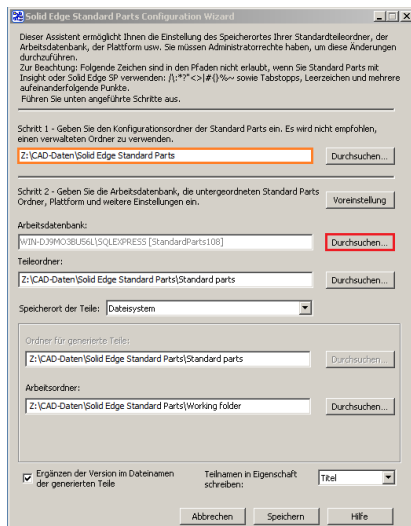

Abbildung 30
- 8.1. Öffnen Sie den Konfigurationsassistenten und überprüfen Sie, ob die Pfadangaben korrekt sind. Korrigieren Sie diese bei Bedarf. Dann klicken neben der Arbeitsdatenbank auf „Durchsuchen“ (Abb. 30).